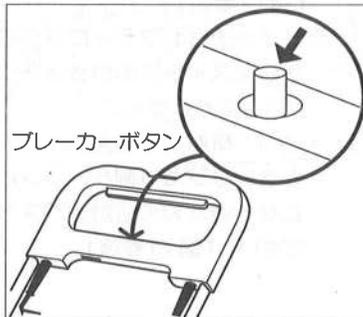

図12
- ④ 本機を元に戻して、電源プラグをコンセントに差し込んでください。
- ⑤ ブレイカーのボタンを押してください。(図12参照)
- ⑥ スイッチの引き金を引いて、モーター起動の確認をしてください。